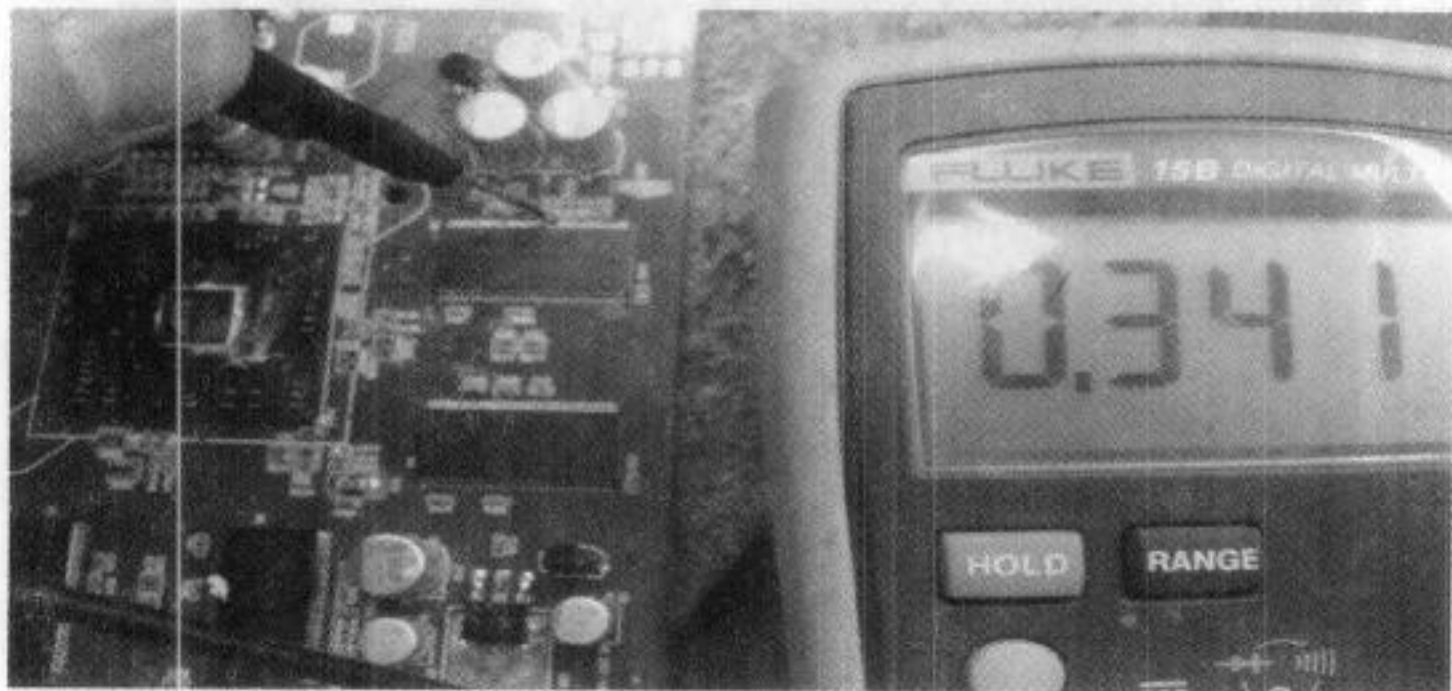

图 5-71 41 脚正常值 341
(4) 由于此卡出错的数据位为 B56~B63, 根据 R3MEMID 的使用说明以及 DDR 显存颗粒的脚位定义图可以把排查的范围缩小到 47 脚 (UDM)、51 脚 (UDQS) 以及 8 个数据位全部出错 (概率很小吧, 呵呵)。于是对两个控制线打值, 47 脚为 341, 如图 5-71 所示。